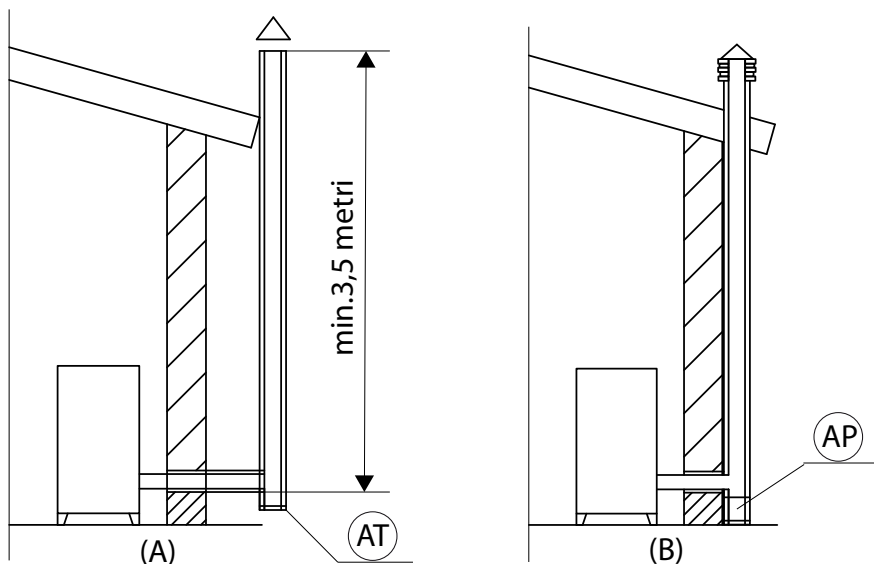

FIGURE 1 - CONDUIT DE FUMÉE
Un simple puits de lumière en ciment doit être entubé de manière appropriée. Dans les deux solutions, prévoir un bouchon d'inspection (AT) et/ou un volet d'inspection (AP) ainsi qu'un dispositif de collecte approprié pour la condensation éventuelle - FIG.1.